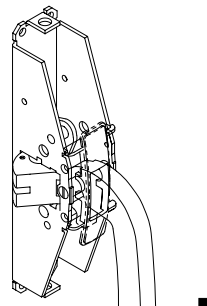

FIG. 8
- 7) Posizionare le borchie plastiche sulle staffe (fig. 8).
- 7) Position the plastic escutcheon plates on the stirrup brackets (Fig. 8).
- 7) Positionner les caches en plastique sur les brides (fig. 8).
- 7) Coloque los tachones plásticos en las abrazaderas (Fig. 8).
- 7) De kunststof doppen op de beugels aanbrengen (afb. 8)
- 7) Die Kunststoff-Rosetten auf den Bügeln (Abb. 8) positionieren.